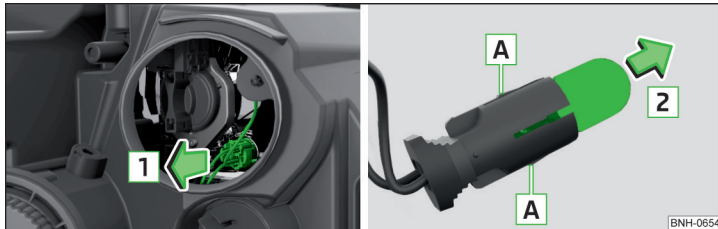

Abb. 271 Glühlampe für Standlicht wechseln
- › Die Fassung mit der Glühlampe mit Wackelbewegungen in Pfeilrichtung **1** » Abb. 271 herausziehen.